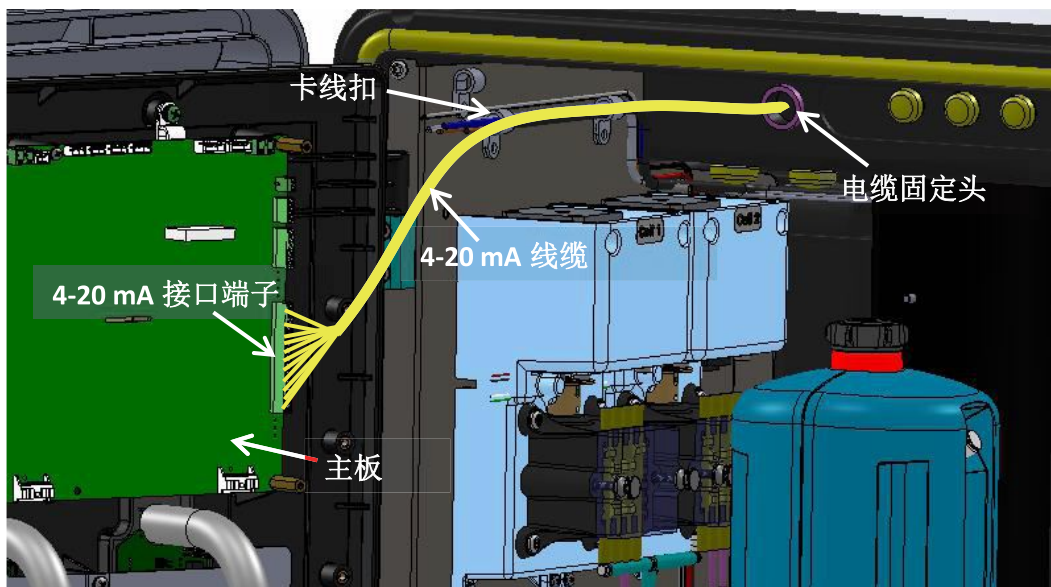

图 3.7.4-1 4-20 mA 线缆连接
4. 参照表 3.7.4，将剥去绝缘层的电缆端子插入主板 4-20 mA 相对应的接线端子，直到绝缘层紧贴接头（请勿将绝缘层置于接线端子接触点），如图 3.7.4-1 所示。